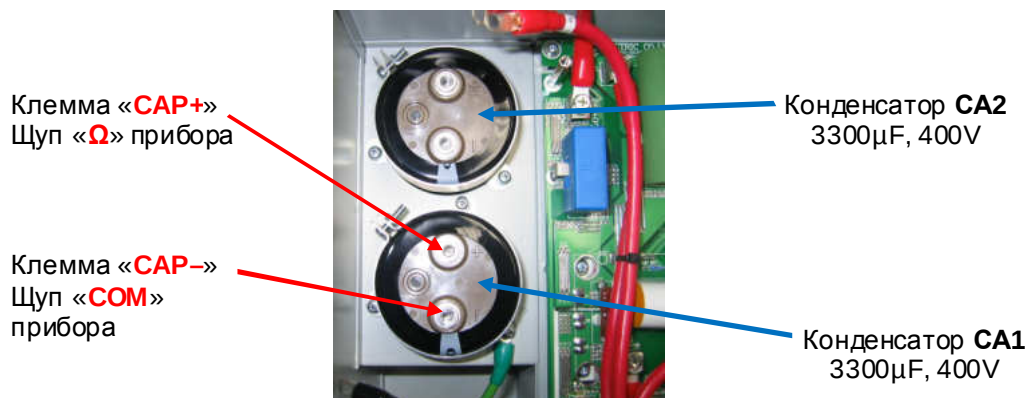

Рис.4.8
- 4.12.13. Подключить щупы мультиметра к клеммам «+» и « — » конденсатора **CA1** (рис.4.8) и произвести измерение его ёмкости. Измерение проводить в течении времени не менее 5 секунд. Показание прибора должно быть в пределах **(2,8÷3,4) мФ (мили Фарады)** и не меняться во времени.